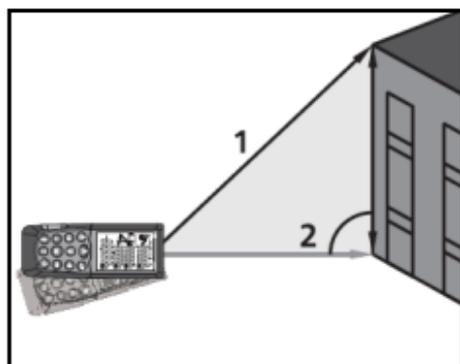

Fig. 9 : Exécution mesure Indirecte à 2 points
3. Placer l'instrument dans le point le plus haut (1) de la mesure (voir Fig. 9) et appuyer sur la touche  ou sur la touche latérale **MEAS** pour exécuter la mesure. Le résultat est affiché au premier écran partiel. Le symbole «  » s'affiche à l'écran avec côté « 2 » clignotant.
4. Placer l'instrument de la façon la plus horizontale possible (2) de la mesure (voir Fig. 9) et appuyer sur la touche  ou sur la touche latérale **MEAS** pour exécuter la mesure. Le résultat est affiché au deuxième écran partiel.
5. La valeur finale du résultat (obtenue en tant que  $\sqrt{(1)^2 - (2)^2}$ ) apparaît à l'écran résultant.